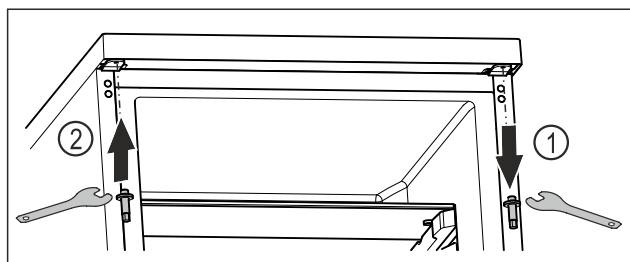

Fig. 22
- ▶ Відкрутіть верхній болт за допомогою шестигранного ключа. Fig. 22 (1)
- ▶ Затягніть болт із протилежного боку за допомогою шестигранного ключа. Fig. 22 (2)